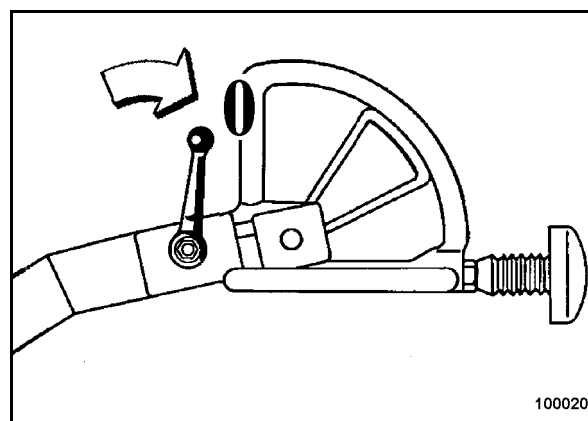

Рис. 15
- Установить рычаг вибрации (Рис. 15) в положение "0".